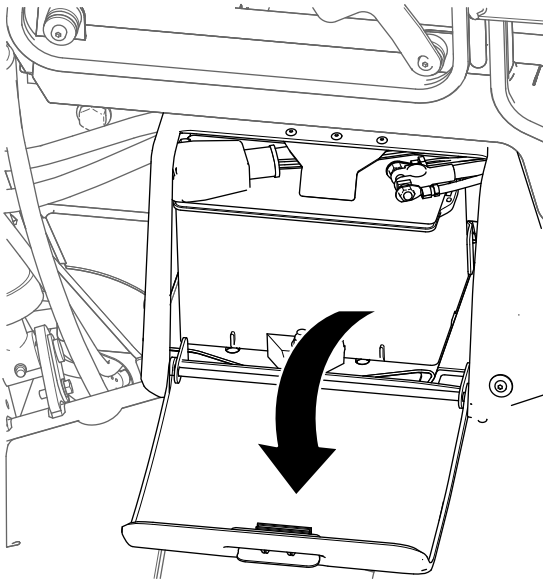

Figure 1
1. Ouvrez le volet du compartiment de la batterie (Figure 1).